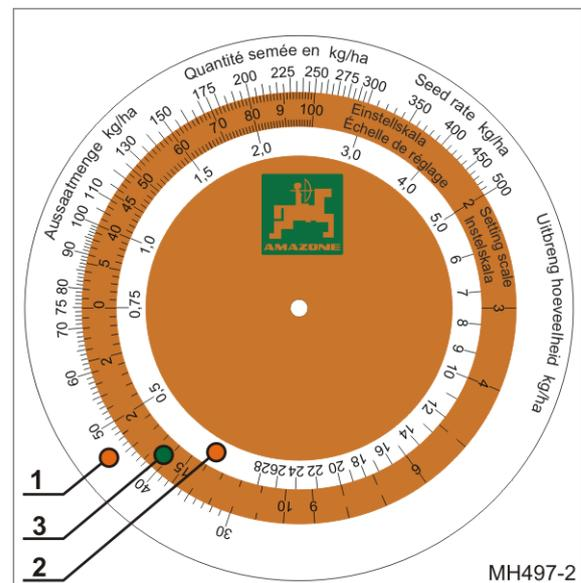

Fig. 72
- une échelle extérieure blanche (Fig. 72/1) pour toutes les débits d'épandage supérieures à 30 kg/ha
- une échelle intérieure blanche (Fig. 72/2) pour toutes les débits d'épandage inférieures à 30 kg/ha
- une échelle graduée de couleur (Fig. 72/3) avec toutes les positions du boîtier de 1 à 100.